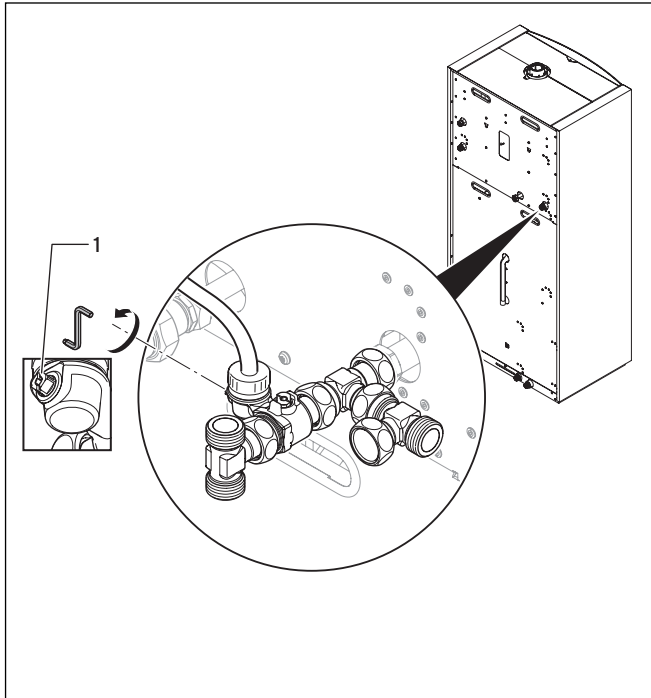

Abb. 7.12 Wartungshahn am Heizungsrücklauf schließen
- Schließen Sie den Wartungshahn (1) des Heizungsrücklaufs (→ **Abb. 7.12**).